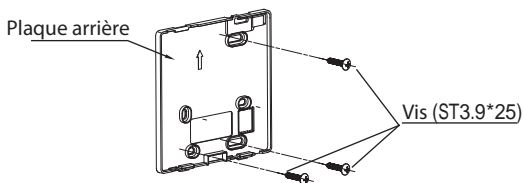

Fig 3-3
- Pour un montage apparent, fixez la plaque arrière au mur avec les 3 vis (ST3.9*25) et les chevilles. (Fig.3-3)